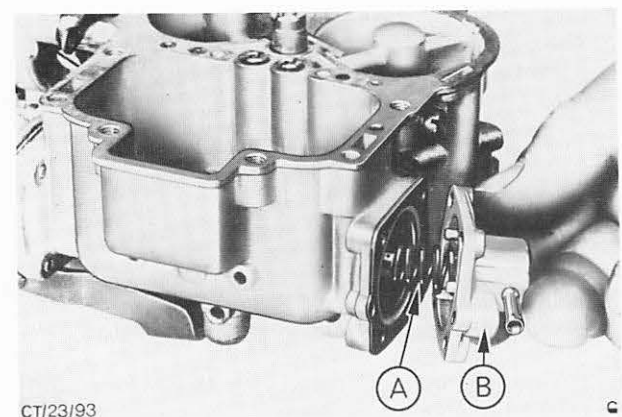

Abb. 68 Deckel und Membrane der Druckabfall-Anreicherungseinrichtung ausbauen
9. Schrauben (4) im Deckel der Druckabfall-Anreicherungseinrichtung entfernen, Deckel abnehmen, Membrane und Membran-Rückdruckfeder herausnehmen. Abb. 68. Darauf achten, daß die Feder nicht verlorengeht.